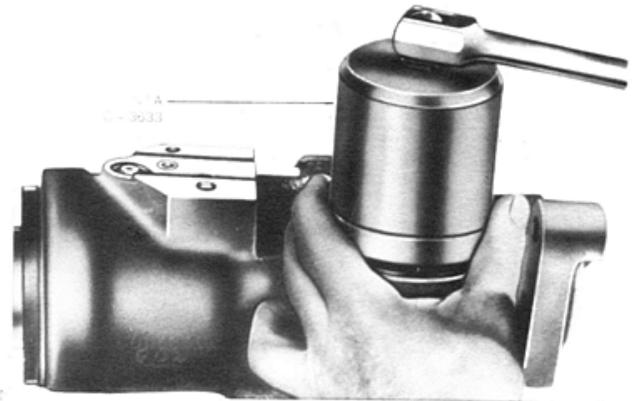

Fig. 10 — Remoção da porca trava da árvore do setor
- Afrouxar a porca trava do parafuso de ajustagem da árvore do setor e remover a porca trava da tampa da árvore do setor com a ferramenta C-3633 (fig. 10).